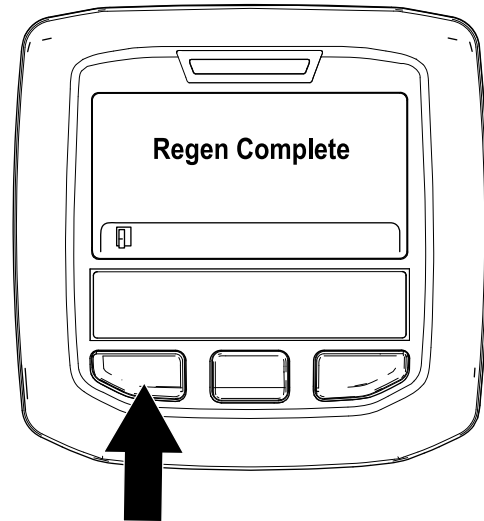

Figure 42
- La régénération stationnaire est terminée lorsque le message "Regen Complete" (Régénération terminée) s'affiche sur l'InfoCenter. Appuyez sur le bouton gauche pour revenir à l'écran d'accueil (Figure 42).